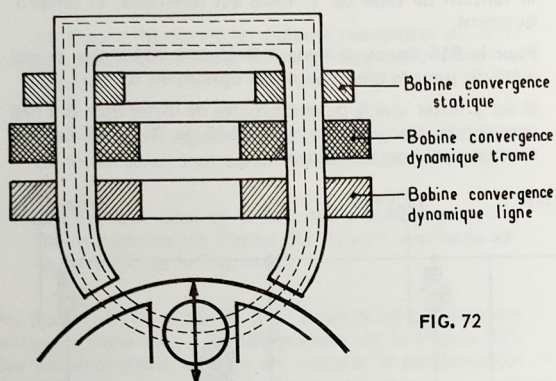

FIG. 72
La Figure 72 montre la réalisation de l'un des groupes de bobines. Il en existe un pour chaque canon.
- Des courants de forme voulue doivent être envoyés dans les bobines de convergence trame prévues, et ce, pour chaque canon (Figure 72).
Comme pour la convergence trame, il faut faire passer dans les bobines de convergence ligne de chaque canon (Figure 72) des courants en dents de scie et des courants de forme parabolique, dans le rapport voulu, pour que la superposition soit parfaite.